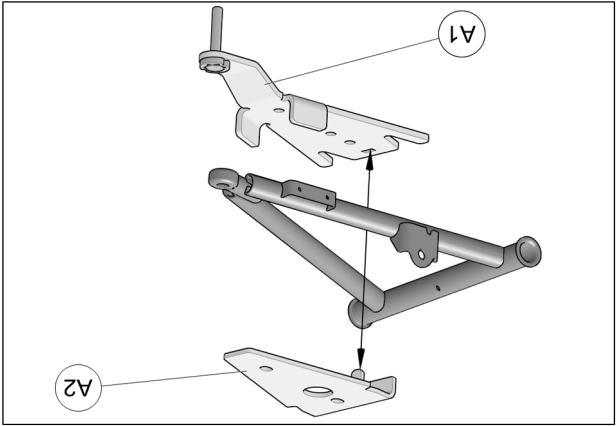

Fig. 21
5. Positionner la partie inférieure de l'ancrage anti-rotation (A1) sous le bras de suspension inférieur. Positionner la partie supérieure (A2) au-dessus du bras de suspension et insérer le tenon de la partie pliée dans l'ouverture de la partie inférieure. Voir la Fig. 21